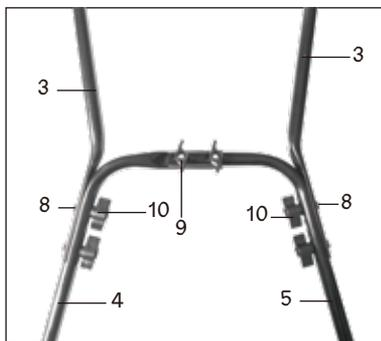

Fig. 3
Visser la partie inférieure de la barre de poussée (4) (Fig. 3), la partie inférieure de la barre de poussée (5) (Fig. 3) et les deux extensions de barre de poussée (3) (Fig. 3) ensemble. Utiliser quatre vis M6 x 30 (8) (Fig. 3), deux vis M6 x 25 (9) (Fig. 3) et des écrous hexagonaux M6 (10) (Fig. 3).